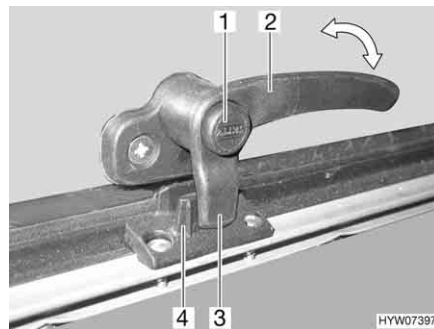
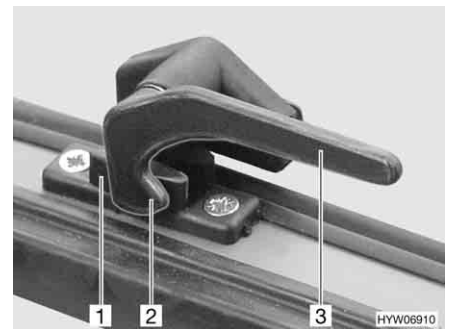

Fig. 97 Leva di serraggio con bottone di sicurezza in posizione "Chiuso"
Fig. 98 Leva di serraggio in posizione "Chiuso"
- Se presente, premere e tenere premuto il bottone di sicurezza (Fig. 97,1).
- Ruotare la leva di serraggio (Fig. 97,2 o Fig. 98,3) di un quarto di giro verso il centro della finestra.
- Ruotare la leva di serraggio (Fig. 97,2 o Fig. 98,3) di un quarto di giro verso il telaio della finestra. Il nasello di chiusura (Fig. 97,3 o Fig. 98,2) della leva di serraggio si trova completamente sul lato interno della chiusura della finestra (Fig. 97,4 o Fig. 98,1).
- In posizione "Completamente chiusa" (Fig. 97 e Fig. 98)